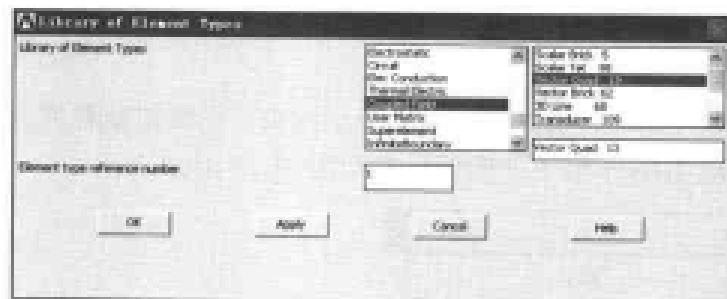

图 13-54 选择单元类型对话框
(1) 选择 Main Menu | Preprocessor | Element Type | Add/Edit/Delete 命令,出现 Element Types 对话框。
(2) 单击 Add 按钮,出现 Library of Element Types 对话框,在 Library of Element Types 的两个列表框中分别选择 Coupled Field、Vector Quad13 选项,在 Element type reference number 文本框中输入 1,如图 13-54 所示,单击 OK 按钮关闭该对话框。